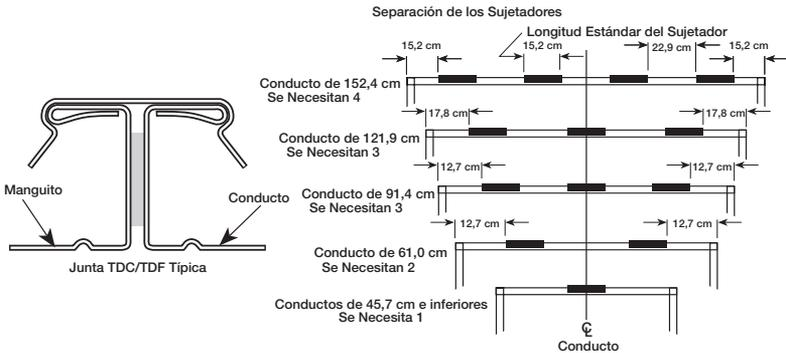

Figura 9
2. Se puede utilizar un sujetador metálico de 15,2 cm para la separación. Consulte la Figura 9.